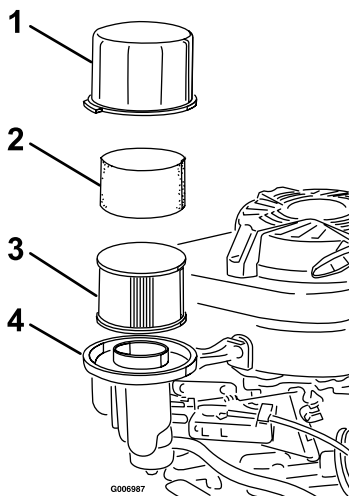

Figura 22
1. Limpie toda la suciedad y los residuos de alrededor de la tapa y la base del filtro de aire (Figura 22).
3. Retire el filtro de papel junto con el pre-filtro de gomaespuma; consulte Figura 22.